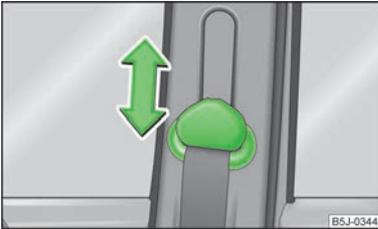

Abb. 101
- Den Umlenkbeschlag drücken und in die gewünschte Richtung nach oben oder unten schieben » Abb. 101.